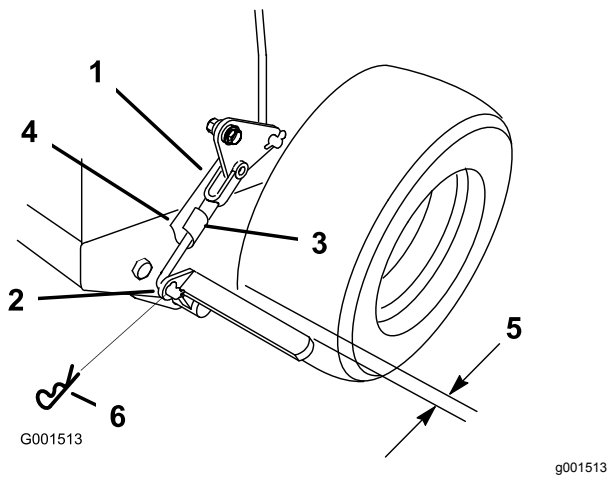

Figura 44
3. Retire o gancho da mola da ligação do travão inferior (Figura 44).
4. Rode a forquilha da ligação do travão inferior no sentido dos ponteiros do relógio para a forquilha para apertar o travão de estacionamento; rode a forquilha da ligação do travão inferior no sentido contrário ao dos ponteiros do relógio para fora da forquilha para soltar o travão de estacionamento (Figura 44).
Nota: Com o travão de estacionamento na posição solta, a folga entre o pneu e a barra plana é de aproximadamente 6 mm (Figura 44).
5. Prenda a ligação inferior à alavanca do travão inferior com o perno de gancho e o passador de forquilha (Figura 44).